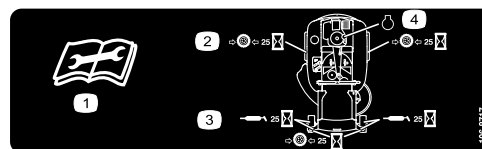

Figura 23
3. Limpie con un trapo los puntos de engrase (Figura 22 y Figura 23). Asegúrese de rascar cualquier pintura que hubiera sobre los puntos de engrase.
4. Conecte una pistola de engrasador a cada punto de engrase (Figura 22 y Figura 23). Bombee grasa hasta que empiece a rezumar grasa de los cojinetes.